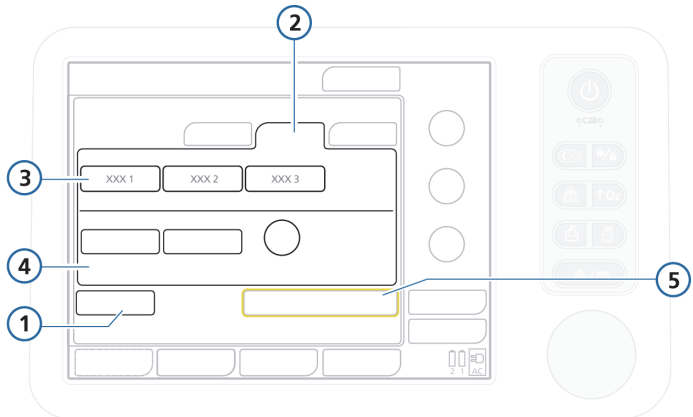

Figura 5-2. Janela Configuração do paciente/Standby (adulto/ pediátrico)
Após o início da ventilação, a janela de configuração do paciente é mostrada (ver Figura 5-2), com as configurações padrão selecionadas. Selecione, ajuste e ative os itens desejados.
- **Adulto/Ped.** Para pacientes adultos e pediátricos (Figura 5-2). Consulte a Tabela 5-1 para os intervalos de idade e peso.